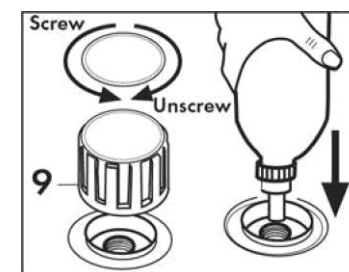

Fig. 3
Otevřete uzávěr bojleru (9) rukou stisknutím a simultánně otočením víčka proti směru hodinových ručiček. Do otvoru umístěte lahev dne nahoru a nalijte do kotle vodu. Chcete li to provést musíte zatlačit stisknutím na láhev aby voda tekla do bojleru. Pokud je kotel plný dotáhněte uzávěr (9) tighten lie boiler cop (9) otáčením ve směru hodinových ručiček (Fig. 3)